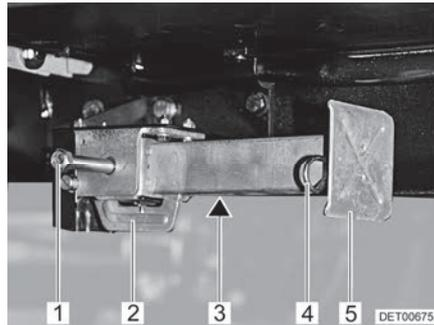

Fig. 29 Apoyo de elevación
- Colocar la llave de vaso en el hexágono (Fig. 29,1) y girarla hasta que el apoyo de elevación quede verticalmente hacia abajo.
- En caso de que la longitud del apoyo de elevación sea ajustable, extraer la clavija hendida (Fig. 29,4) de la prolongación del pie de apoyo (Fig. 29,5).
- Colocar la llave de vaso en el hexágono (Fig. 29,1) y girarla hasta que el apoyo de elevación esté de nuevo libre del suelo.
- Introducir totalmente la prolongación del pie de apoyo (Fig. 29,5) e introducir la clavija hendida (Fig. 29,4) en el orificio previsto para ello que hay en la prolongación del pie de apoyo.
- Girar el hexágono (Fig. 29,1) hasta que el apoyo de elevación se haya girado hacia arriba y la guía (Fig. 29,2) tenga contacto con el extremo de la ranura (Fig. 29,3).